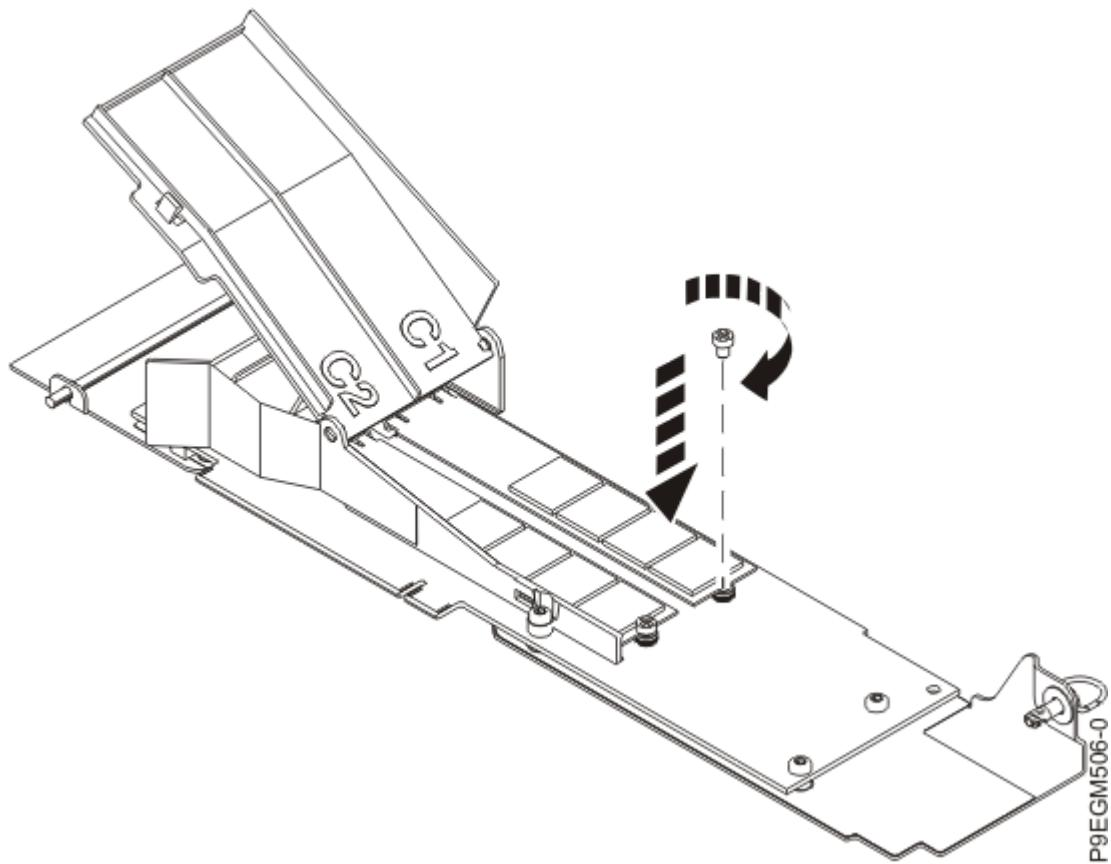

図 21. キャリア・カードへの NVMe M.2 フラッシュ・モジュールの固定
3. プラス・ドライバーを使用して、フラッシュ・モジュールを NVMe M.2 キャリア・カードに固定します（27 ページの図 21 を参照）。